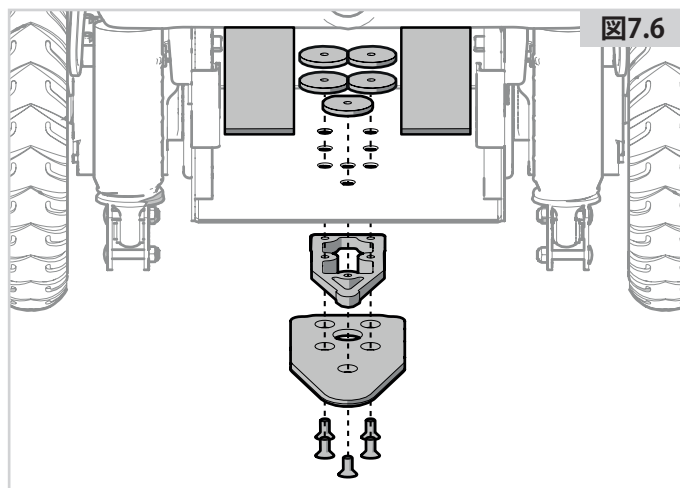

図7.6
1. ロックプレートの上に8 mmのスペーサーを合わせます (図7.6)。